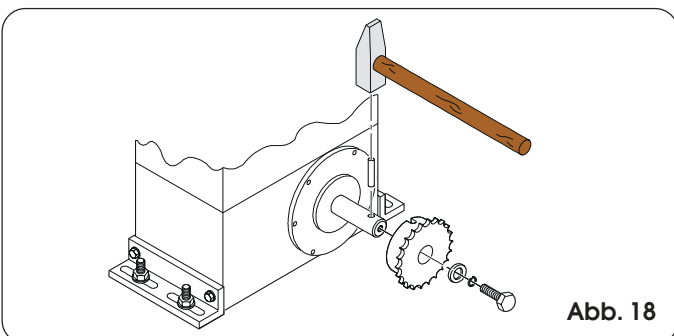

Abb. 18
**4.5.1. MOD. 746 ER CAT (Abb. 18 - 19)**